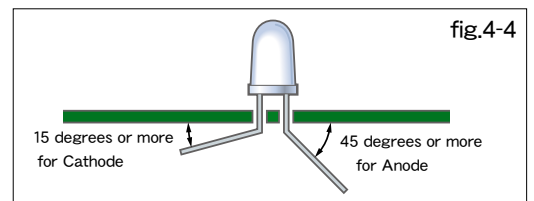

fig.4-4
- ④インサータでの実装においては、挿入プッシャー圧をできるだけ低くし、クリンチは部品を保持できる最低角度でおこなってください。プッシャー圧は0.2MPa以下、クリンチ角度はインサート後の状態でアノード側45度以上、カソード側15度以上をお奨めします。（図4-4）
- ⑤直付けタイプの場合、クリンチ後にリードに過度のストレスが加わった状態をさけ、LEDの樹脂部が可動する状態で実装下さい（実装基板が大きい、もしくは反りがある場合に、実装基板内の場所によってクリンチの状態が変わり、過剰な応力により樹脂部が破損する場合があります）。
- ④ With regard to using an inserter (automation), please adjust the insertion pressure to the lowest possible setting, and minimize the clinch angle as far as it can hold the component. Stanley recommends the pusher pressure of 0.2 MPa or less, the clinch angle of 45 degrees or more for the inserted Anode lead and the clinch angle of 15 degrees or more for the inserted Cathode lead. (The polarity of BR products is reversed.) (fig.4-4)